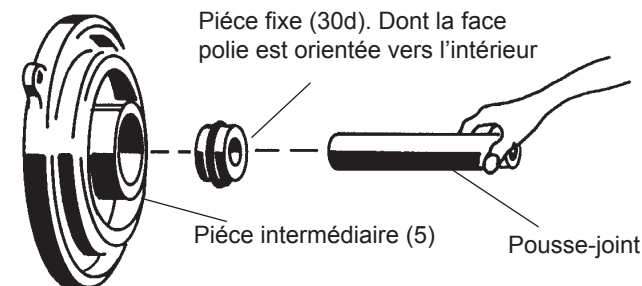

FIGURE 4
Huilez légèrement la pièce fixe (30D) et, avec la surface superposée faisant face au moteur, appuyez dessus (30D) en utilisant le pousse-joint afin de le pousser dans la partie intermédiaire (5) jusqu'à ce qu'elle repose contre la pièce tournante (30C) et remplacez le circlip (4), FIGURE 4.